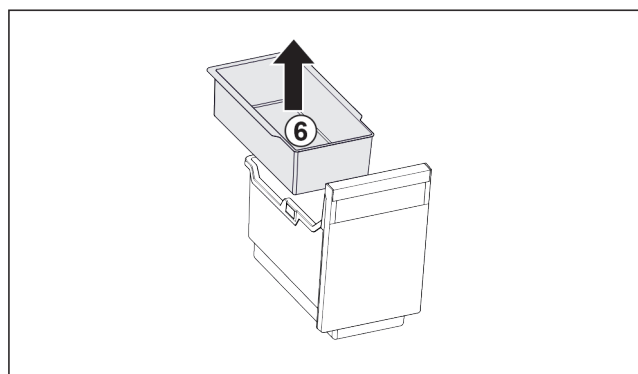

Fig. 101
- Inhangschaal Fig. 101 (6) verwijderen.